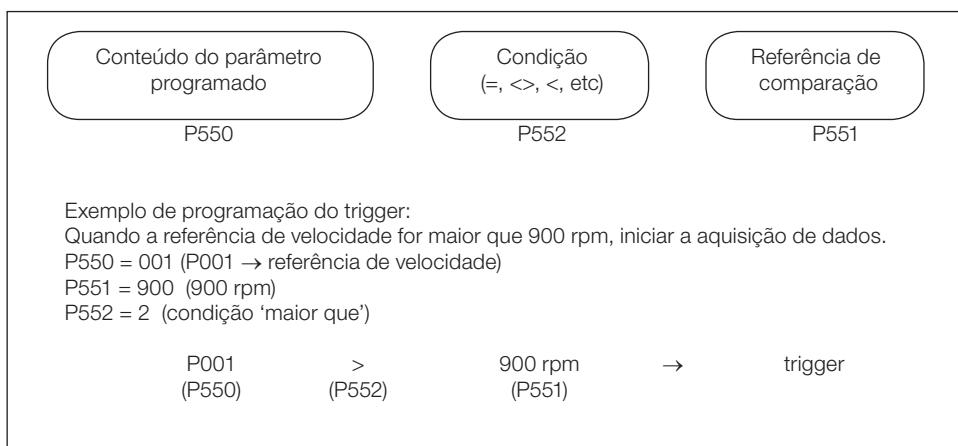

Figura 12.1: Exemplo de programação do trigger
- O trigger pode ser programado das mais diversas maneiras. Qualquer parâmetro disponível no MVW-01 pode ser utilizado como trigger e o parâmetro desejado é programado em P550. O valor do parâmetro programado em P550 é comparado com uma referência determinada pelo usuário no parâmetro P551. As comparações do valor do parâmetro com a referência são programadas em P552 e podem ser de: =, <>, >, <, falha no inversor e seleção binária⁽¹⁾ (ou máscara de bit). Quando a condição de comparação é satisfeita, o trigger dispara o armazenamento dos canais de trace (consulte o exemplo da Figura 12.1 na página 12-1).